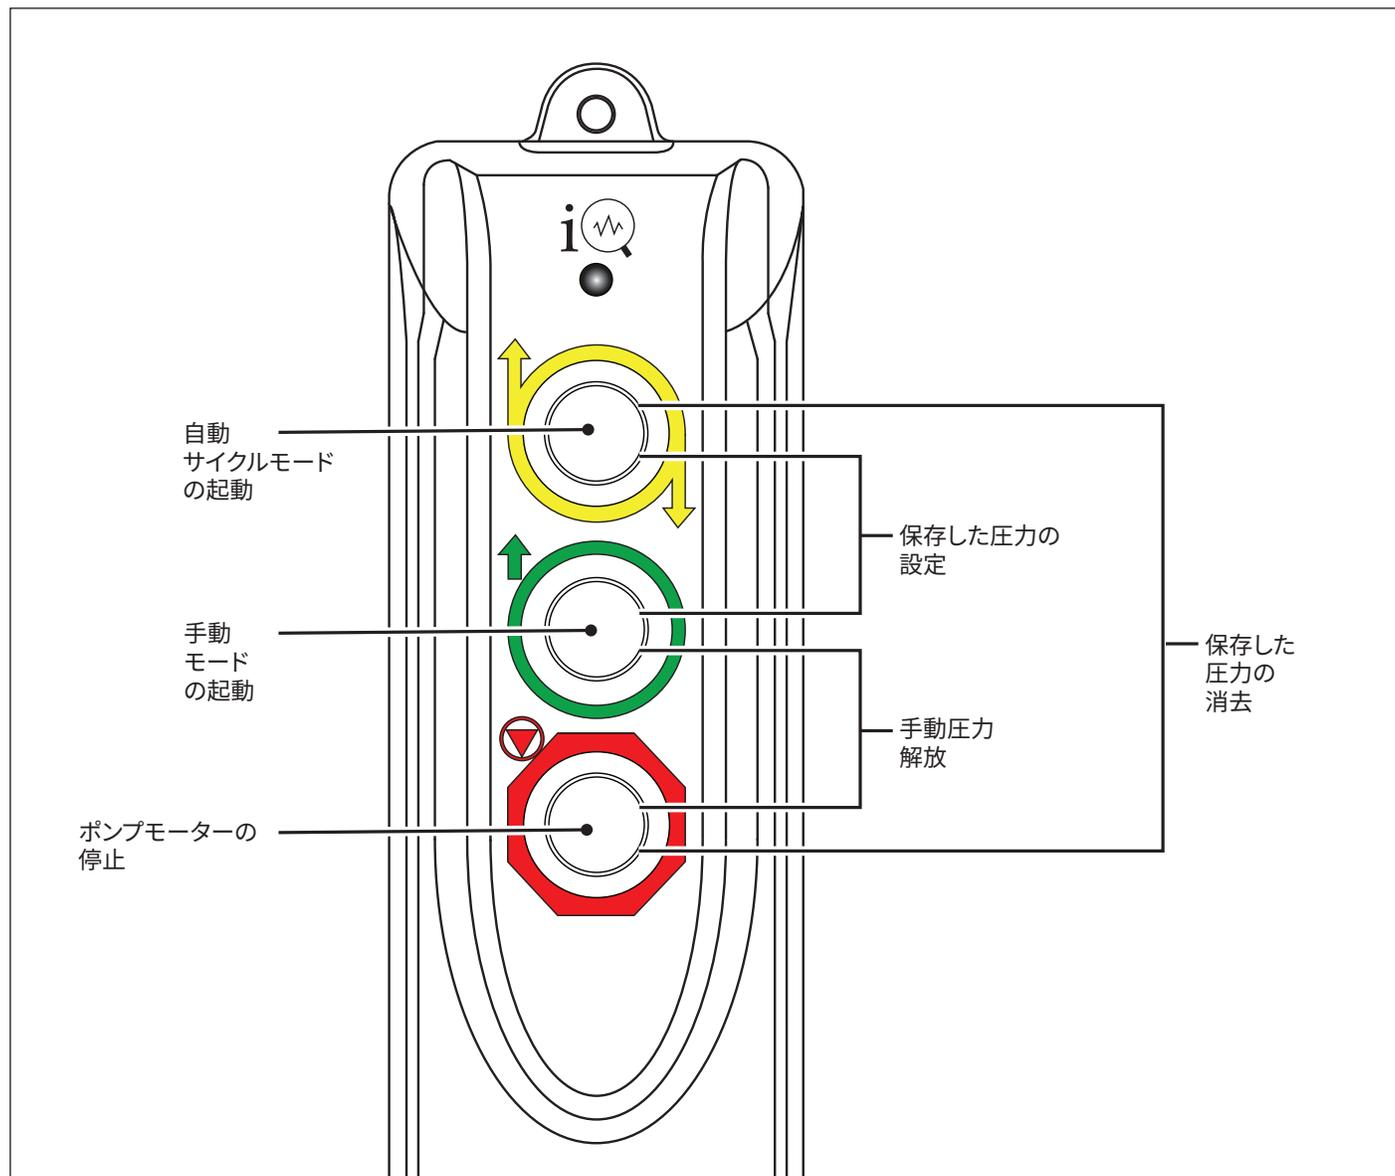

図11:クイックリファレンスガイド - ペンダントコントロール
- ペンダントのクイックリファレンスガイドについては図11を参照してください。